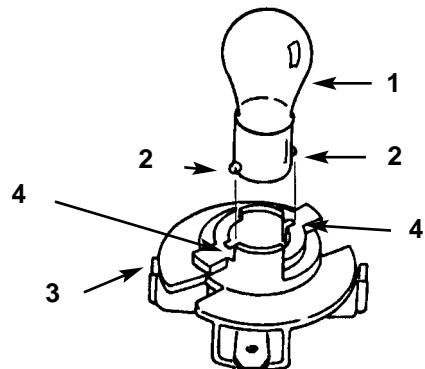

Figure 35
4. Appuyer sur l'ampoule et la tourner dans le sens anti-horaire jusqu'à ce qu'elle s'arrête (approx. 1/4 de tour) et la déposer du porte-ampoule (Fig. 35).
1. La base de l'ampoule est munie d'ergots métalliques. Aligner les ergots avec les encoches du porte-ampoule et installer la base dans le porte-ampoule (Fig. 35). Pousser sur l'ampoule et la tourner dans le sens horaire jusqu'à ce qu'elle s'arrête.